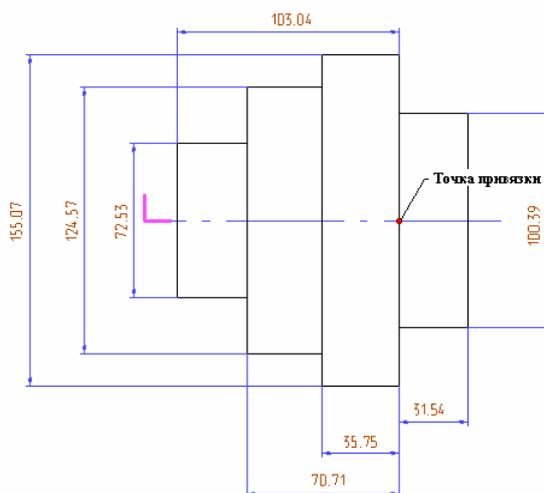

Рисунок 29
4. Притянитесь курсором к точке привязки (см. Рисунок 29) и нажмите левую кнопку мыши.